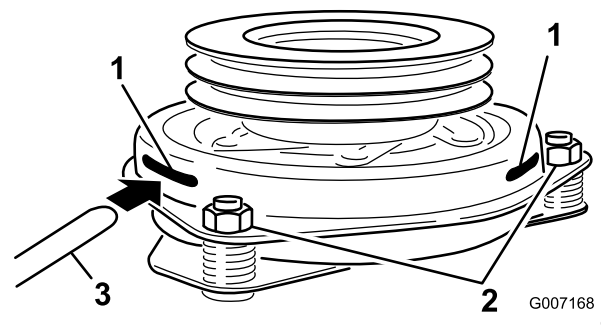

Figura 83
9. Introduzca una galga de 0,381–0,533 mm por una de las ranuras de inspección en el lateral del conjunto (Figura 83).
10. Apriete las contratuercas hasta fijar ligeramente la galga pero dejando que ésta se pueda mover con facilidad en la separación (Figura 83).